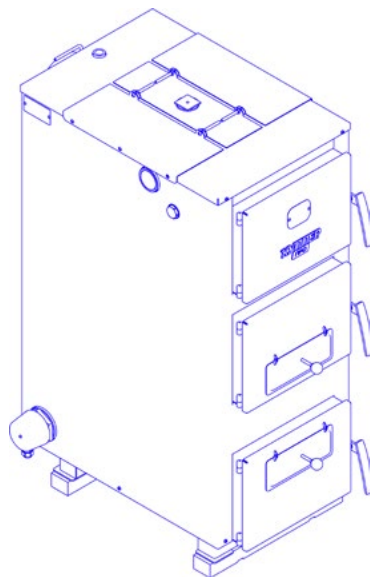

Рис. 12
3. Надежно зафиксируйте монтажную платформу с боковыми пластинами винтовыми соединениями (четыре винта М6×60, шайбы и гайки М6) (Рис.12).